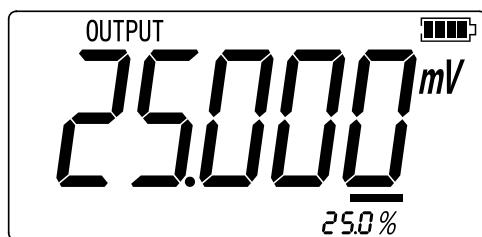

图 2.1-5
9. 按 **▲ 25%** 或 **▼ 25%** 以 25% 的步进量使输出在 0% 和 100% 之间增加或减少，显示界面如图 2.1-5 所示。